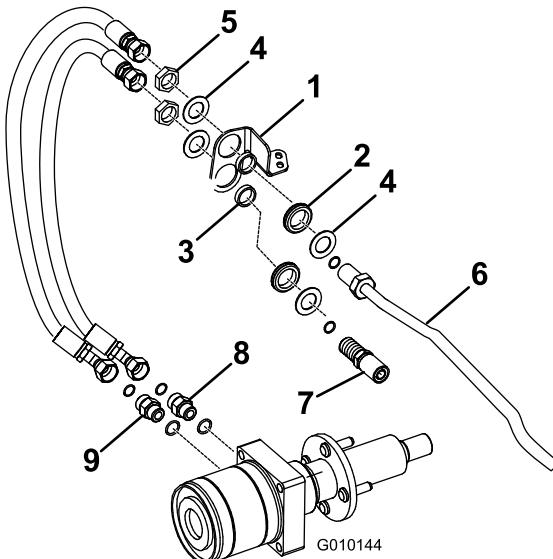
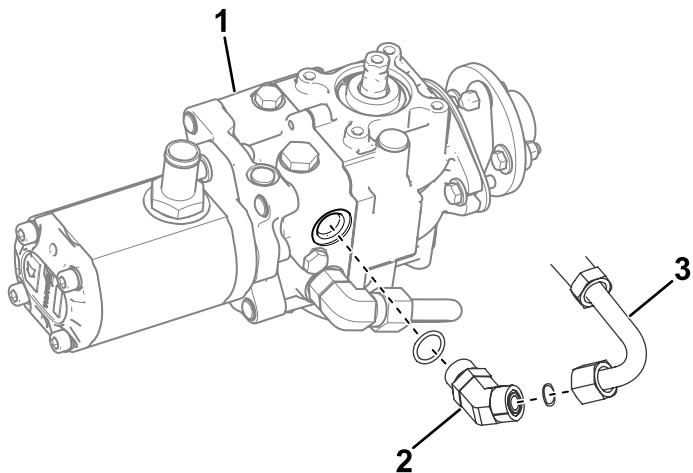

Figura 8
Figura 10
8. Instale olhais e espaçadores no suporte do anteparo como se mostra na **Figura 8**.
11. Monte o suporte do anteparo no tubo hidráulico duro com porcas e anilhas, como se mostra na **Figura 8**.
Utilize uma anilha e uma porca para instalar livremente o conjunto do tubo da bomba na união de 45° na bomba e no orifício inferior do suporte do anteparo (Figura 8 e Figura 10).
13. Instale sem apertar um tubo hidráulico no conjunto de tubos da bomba (anteparo inferior) e ao dispositivo de fixação do motor da roda superior (Figura 8).